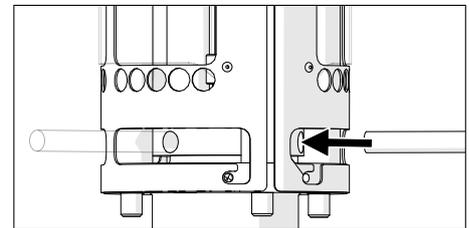

Abb. 34: Packung nachstellen
3. Führen Sie den beiliegenden Stiftschlüssel in eine freiliegende Bohrung der Trennmitteltasse (siehe Abb. 34).